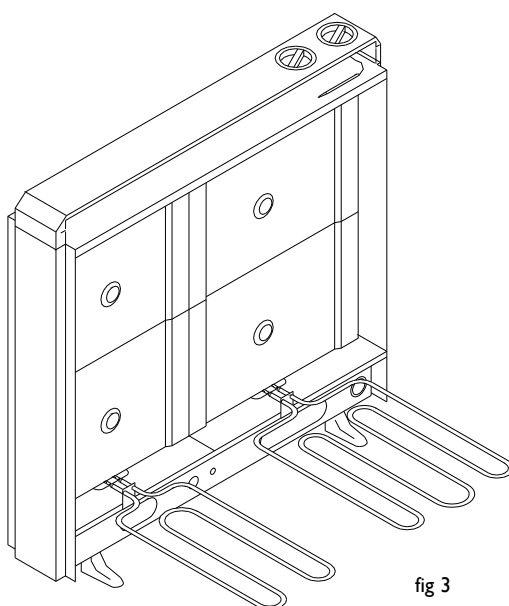

fig 3
9.- Coloque los ladrillos cuidadosamente contra el fondo del aparato, disponiéndolos en dos pisos y con la cara lisa hacia atrás (Fig. 3). Siempre que el acumulador precise ladrillos grandes (Ref. 11072) estos deberán ser colocados en la parte derecha.